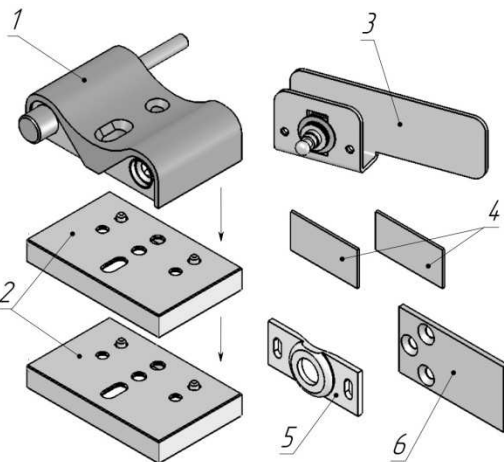
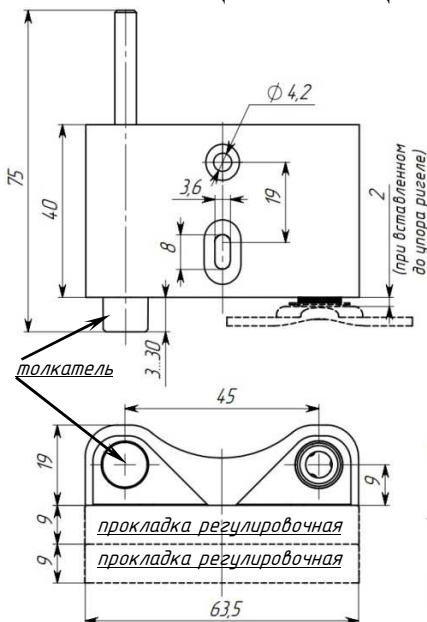

Рис. 1. Комплект поставки
Рис.2. Защёлка
В одном корпусе с защёлкой расположен толкатель (см. рис.2), что позволяет устанавливать на дверь ручку. При необходимости защёлку с толкателем внутри корпуса можно поменять местами.
3. Для регулировки высоты расположения защёлки **1** используйте регулировочные прокладки **2** – подложите одну или две прокладки под защёлку (см. рис.1 и рис.2).